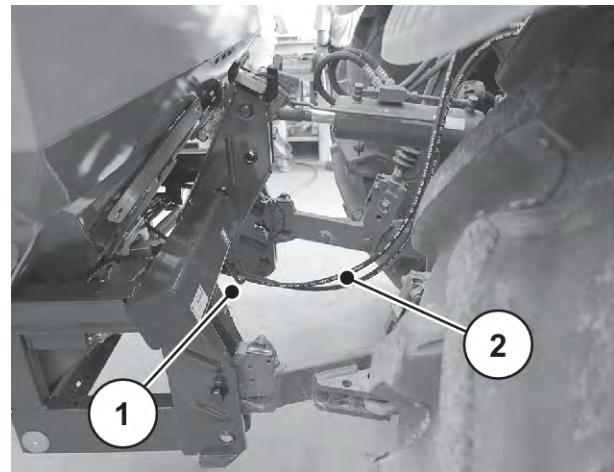

Fig. 25: Ghidaj furtunuri hidraulice
- ▶ Plasați furtunurile hidraulice sub țeava transversală. A se vedea Fig. 25 Ghidaj furtunuri hidraulice